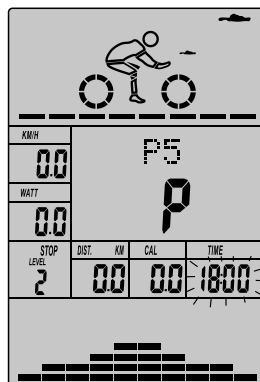

图 26
- C. 时间的读数闪烁，按 UP/DOWN 键（或旋转）设定希望运动的时间，然后按 ENTER 键确认所设置的数值。（如图 26）